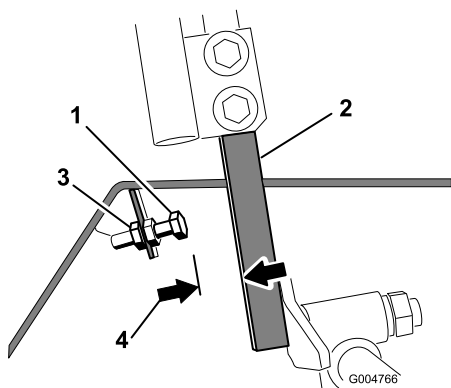

Figura 66
4. Allentate il controdado sul bullone di fermo di una delle leve di controllo (Figura 66).